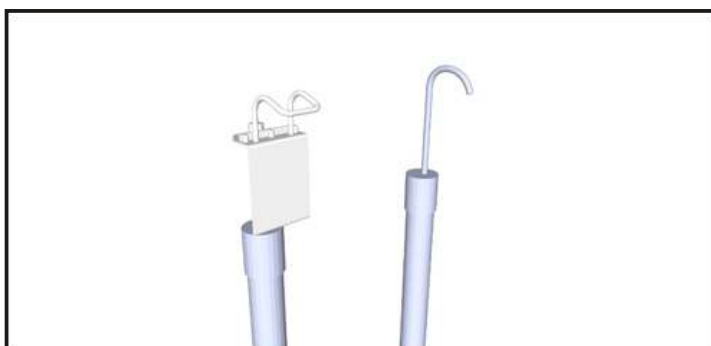

Рис. 35.
9.3.7. В случае, когда работают два электромонтера, используются две штанги с разными рабочими частями: «захват» и «крюк» для фиксации ПЗУ (Рис. 35).